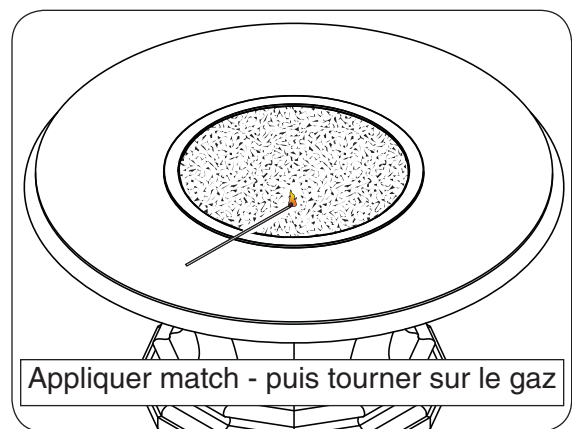

Fig. 36-1
3. Posez une lumineuse à longue tige match sur la surface du support de décoration à proximité de l'anneau brûleur (**ne tenez pas le match en main**) ou utiliser un briquet au butane allumée au long cou (Fig. 36-1).